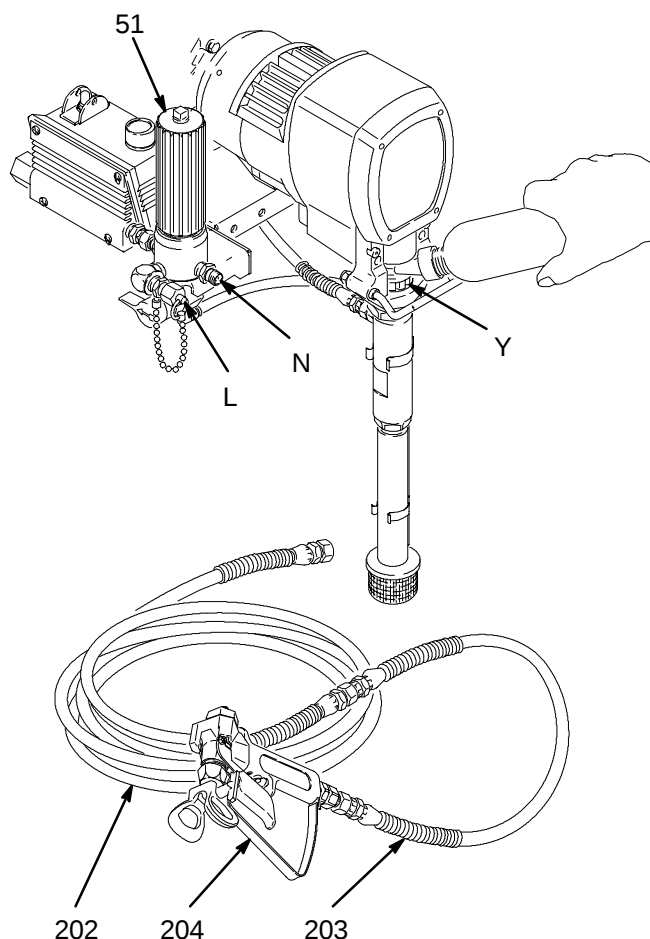
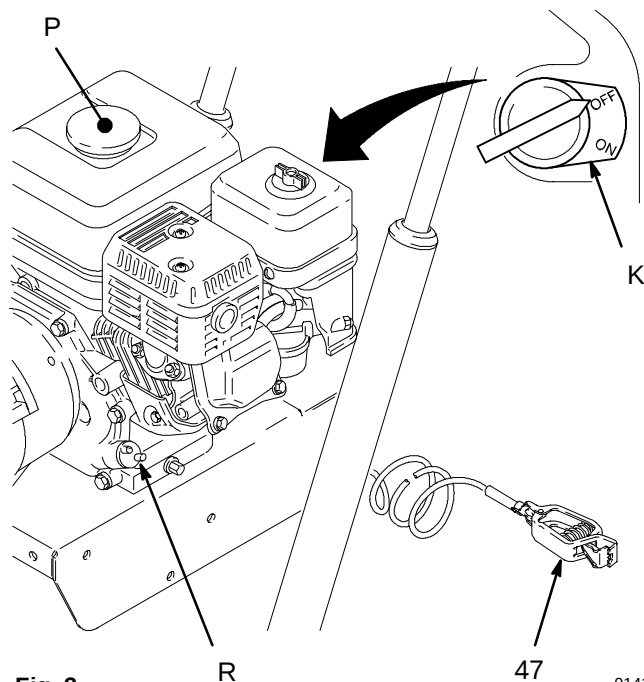

Fig. 2
Fig. 3
3. No instale nunca un dispositivo de cierre entre el filtro (51) y la manguera principal (202). Vea la Fig. 2.
4. Utilice siempre la salida principal del filtro (N) para un sistema con una sola pistola. No obstruya nunca esta salida.
1. **Conecte la manguera a la pistola.** (Fig. 2)
- a. Retire el tap3n de pl3stico del racor de salida del filtro de 1/4 npsm(m) (N). Enrosque la manguera principal de fluido de 15,2 m (202) en el manguito. Lea la **PRECAUCI3N** anterior.
- b. Conecte la manguera de latiguillo (203) entre la manguera principal de producto y el adaptador de entrada de la pistola (204).
2. **Sistema para dos pistolas.** Quite la tapa de salida de la manguera secundaria (L) y conecte una segunda salida para manguera a la pistola, tal como se explica en el paso 1 anterior.
3. **Llene la tuerca de prensaestopas/copela h3meda.** Llene la tuerca de prensaestopas/copela h3meda (Y) hasta un tercio de su capacidad con l3quido de estanqueidad de juntas (TSL) de Graco suministrado.
4. **Compruebe el nivel de aceite del motor.** Consulte el manual del motor Honda suministrado. Esto es s3lo un resumen de la informaci3n: quite uno de los tapones de llenado de aceite (R). El aceite casi debe rebosar. Vea la Fig. 3. Añada aceite si fuera necesario.
No llene el depósito excesivamente. Compruebe que el tapón del depósito (Fig. 3, P) ha sido cerrado correctamente después de haber repostado.